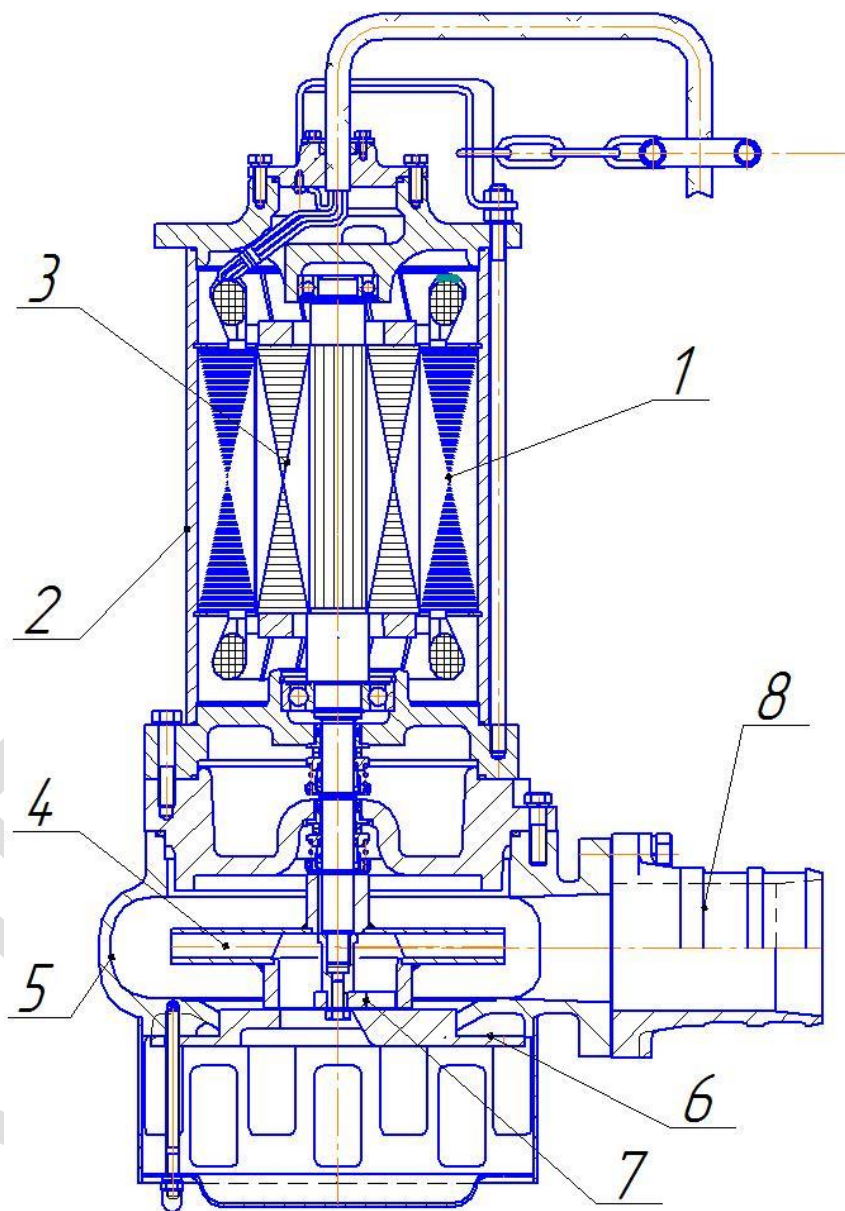

Рис.1
4. УСТРОЙСТВО И ПРИНЦИП РАБОТЫ (Рис.1)
СТАТОР (рис. 1, поз.1) – прессованный активный пакет железа, заключенный в гильзу (поз.2).